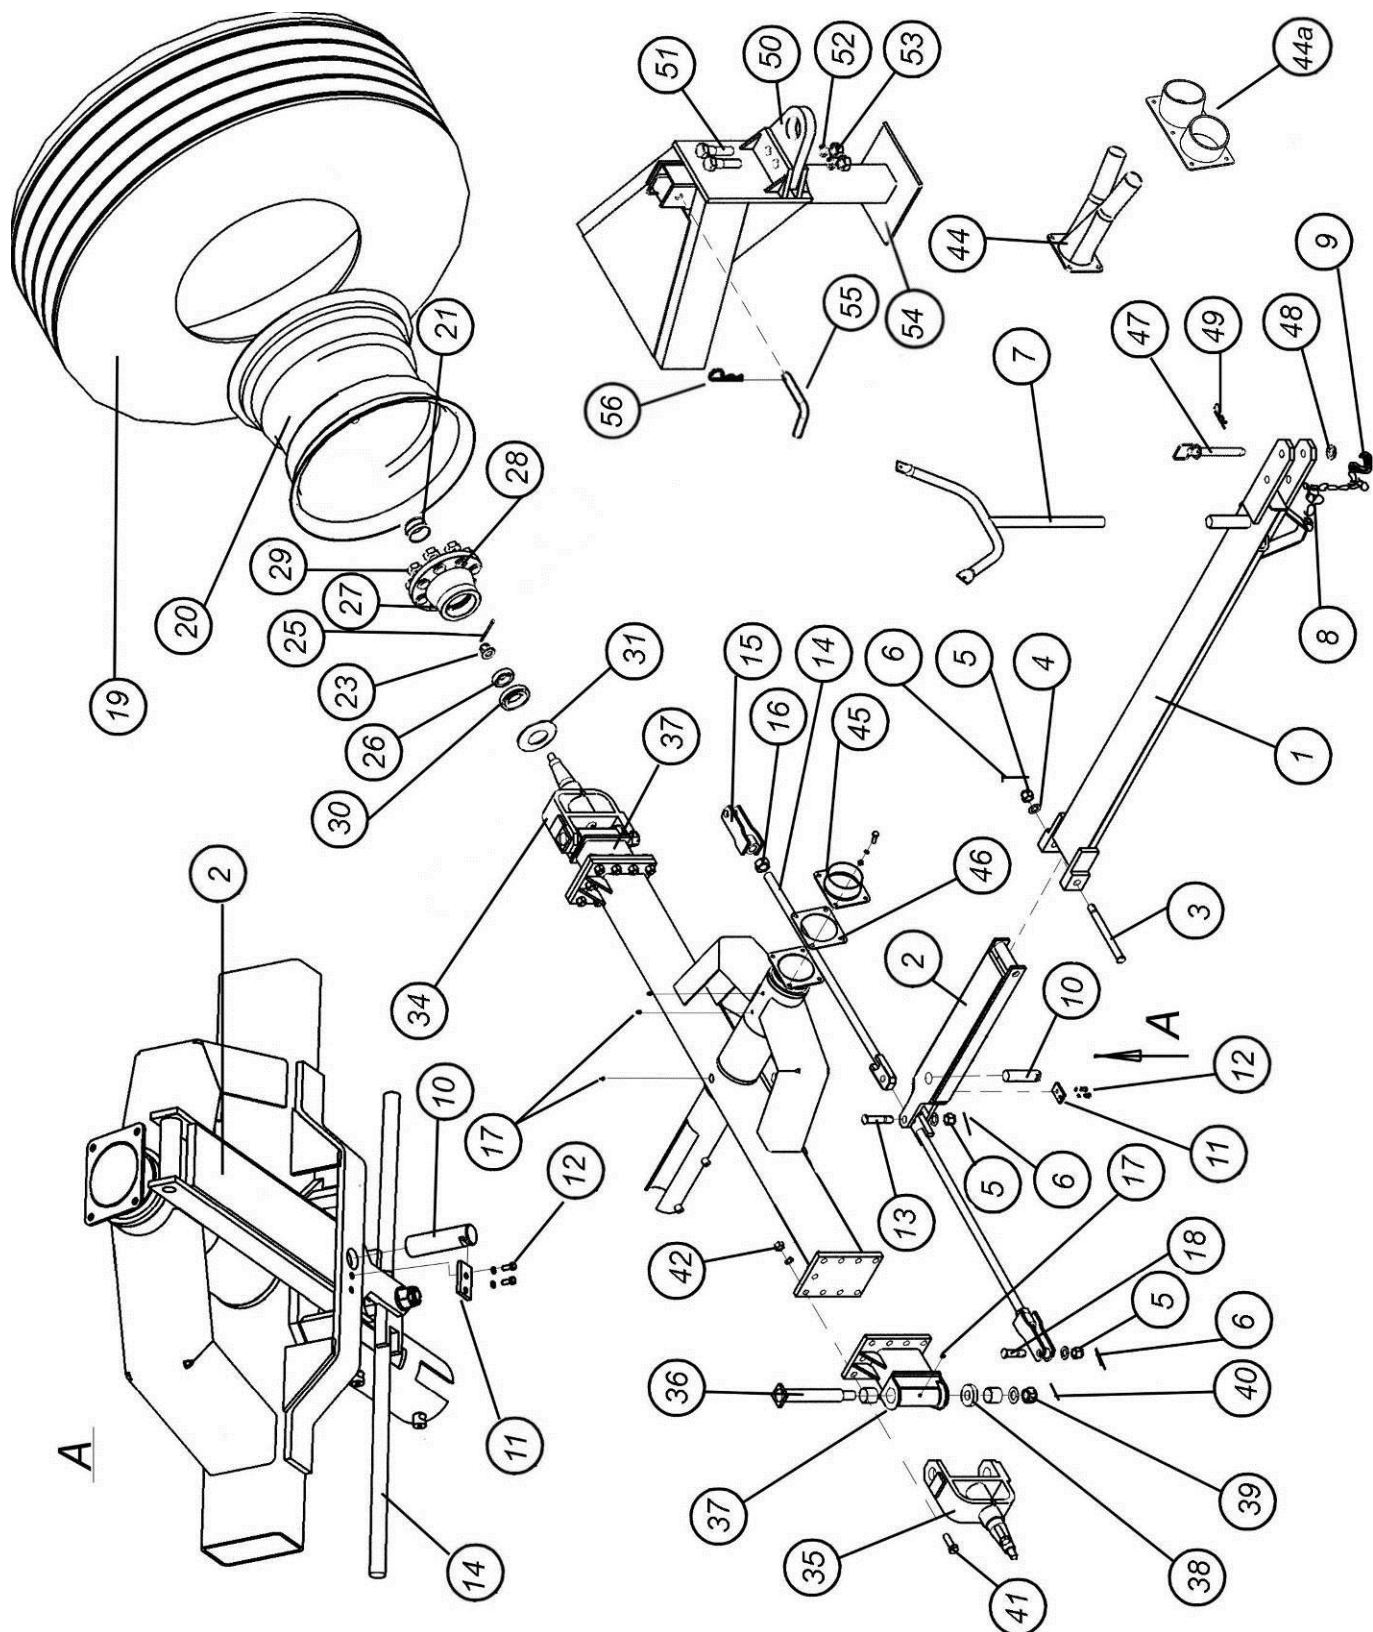

Рис. 7.2.12. Передняя ось и сцепка бункера 2-осного
7.2.12. Передняя ось и сцепка 2-осного бункера (рис. 7.2.12)